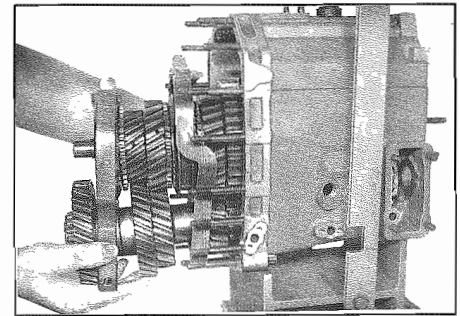

Fig. 44 - Inserimento dell'albero primario e secondario Inserting the main shaft and countershaft
- Inserire l'albero secondario attraverso la forcella centrale (**609**) e posteriore (**604**). Inserire l'albero primario e secondario insieme nella scatola posteriore (**Fig. 44**).
- Insert countershaft through center (**609**) and rear (**604**) shift fork. Introduce main shaft and countershaft together into housing rear end (**Fig. 44**).